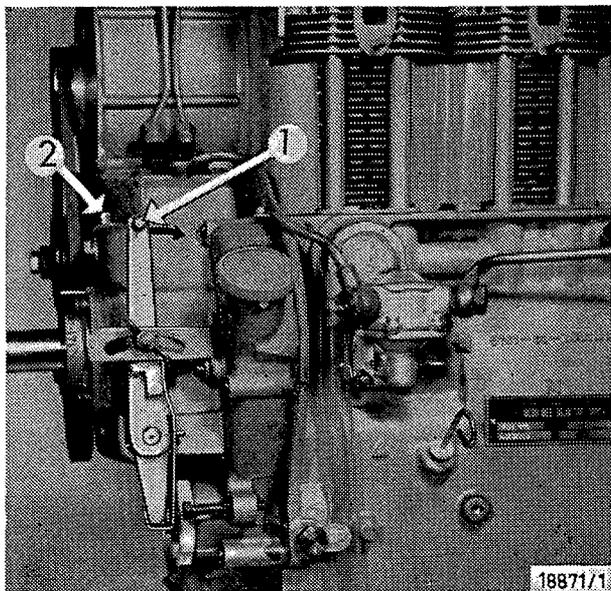

Bild 6
2. Drehzahlverstellhebel 1 (Bild 6) durch Hand- oder Fußhebelbetätigung in Pfeilrichtung auf etwa $\frac{1}{2}$ Drehzahlverstellung bringen und Startmehrmengenknopf 2 (Bild 6) einmal niederdrücken.